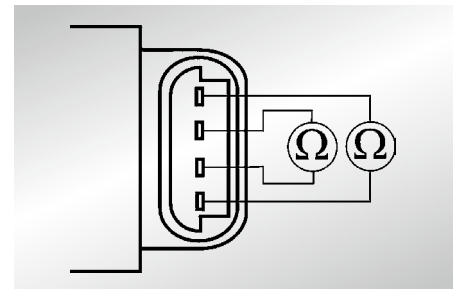

Abb. 4: Widerstandsmessung am Schrittmotor
- Widerstand an beiden Spulen des Schrittmotors gemäß Abb. 4 messen.